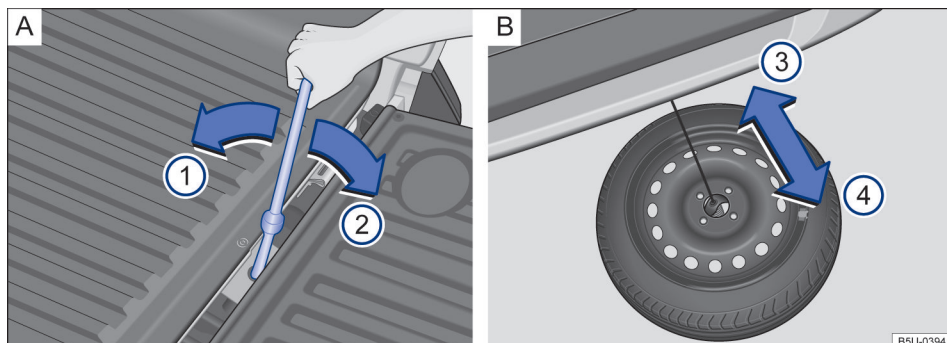

Fig. 174 **A** No compartimento de carga: acesso à roda de emergência. **B** Sob o veículo: roda de emergência totalmente no piso e retirada de baixo do veículo.
- Girar a chave de roda no sentido horário → Fig. 174 ② até o fim de curso do mecanismo, mesmo após a roda de emergência ter encostado totalmente piso. O fim de curso é caracterizado pelo bloqueio do movimento da chave pelo batente do mecanismo.
- Puxar com cuidado a roda de emergência, no sentido da seta → Fig. 174 ④, retirando-a de baixo do veículo.
- Empurrar com cuidado a roda de emergência, no sentido da seta → Fig. 174 ③, posicionando-a embaixo do veículo.
- Girar a chave de roda no sentido anti-horário → Fig. 174 ①, até o fim de curso do mecanismo, que é caracterizado pelo deslizamento (giro “em falso”) da chave.